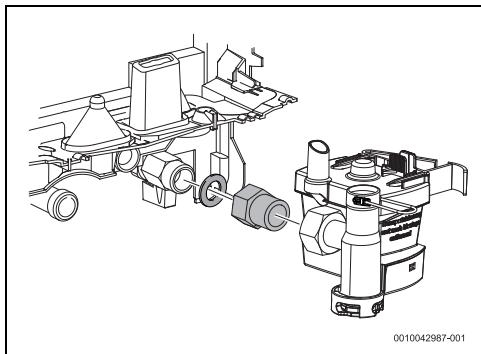

Bild 29 Zusätzliche Buchse
- Zusätzliche Buchse anbringen, um die ordnungsgemäße Installation des Aquastop-Systems zu ermöglichen (Bild 29).